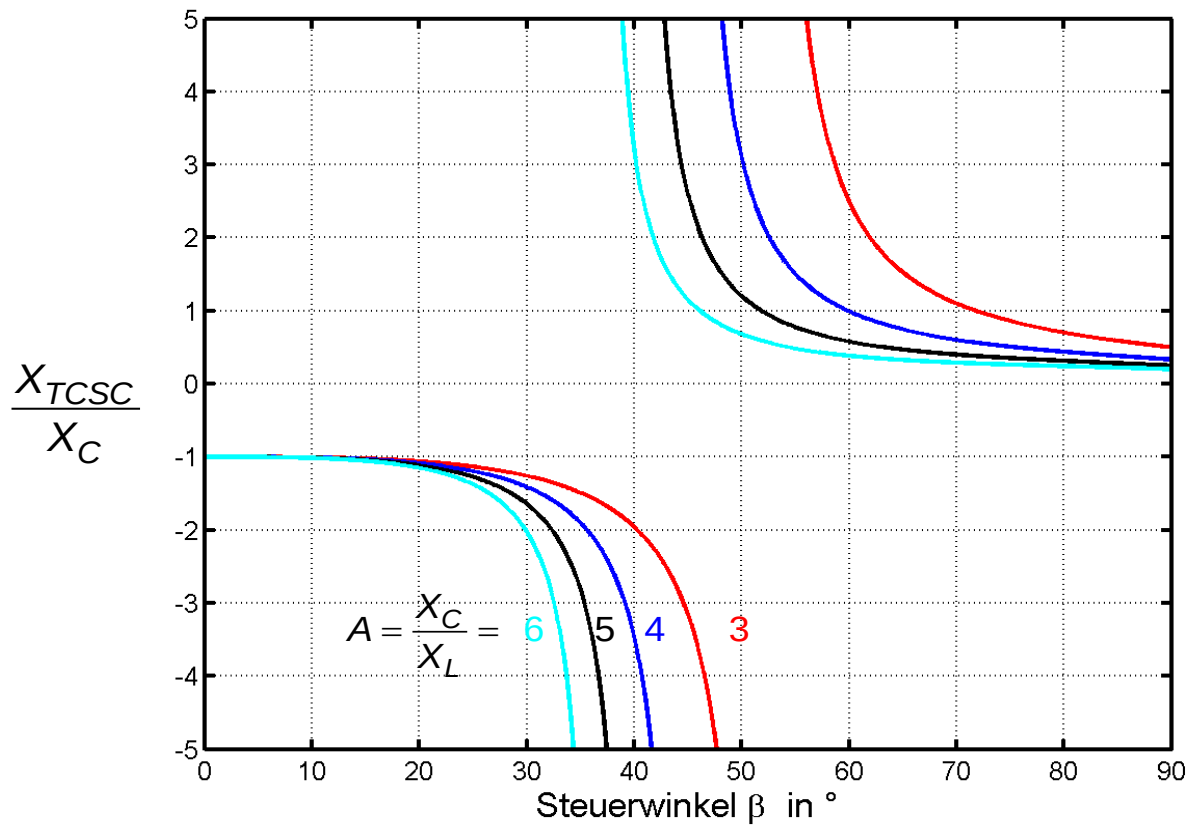

Bild 3: Werte der Funktion X_{TCSC}/X_C zur Bestimmung des Steuerwinkels β eines TCSC
- Welche Induktivität ist erforderlich, damit der Längsspannungsabfall an der Leitung vollständig kompensiert wird für den Fall, dass der Verbraucher die maximal mögliche Wirkleistung aufnimmt? Das Verhältnis X_C/X_L soll dabei in einem Wertebereich zwischen 3 und 6 liegen und die Induktivität soll möglichst kostengünstig in der Herstellung sein. Bestimmen Sie mit Hilfe von **Bild 3** den Steuerwinkel β , mit dem die Thyristoren des TCSC angesteuert werden müssen.